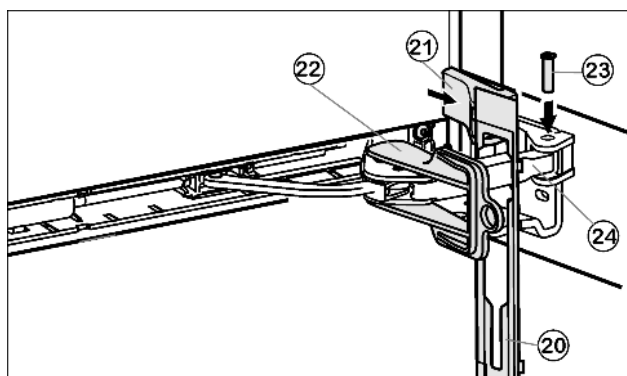

Fig. 16
- ▶ Accrocher le panneau Fig. 16 (20) sur l'étrier de l'amortisseur de telle sorte à ce que l'ergot d'encliquetage pointe vers l'avant et la face avant de l'appareil.
- ▶ Tirer l'étrier de l'amortisseur Fig. 16 (24) vers l'élément pivotant et enfoncer à nouveau le pivot Fig. 16 (23) à partir du haut, de telle sorte à ce que le carré repose dans l'évidement.
- ▶ Placer le cache Fig. 16 (21) et le bloquer.
- ▶ Retirer le dispositif d'arrêt Fig. 16 (22) en le tournant.
- ▶ Faire encliqueter le panneau Fig. 16 (20) à la porte.